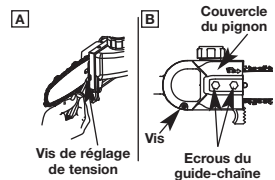
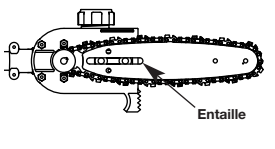

Fig. 8
Fig. 10
1. Retirez la vis et les écrous maintenant le guide-chaîne en place. Enlevez ensuite la protection du pignon (Fig. 8, B).
2. À l'aide d'un tournevis plat, donnez à la vis de serrage 4 tours dans le sens contraire des aiguilles d'une montre (Fig. 8, A).
6. Ajustez la vis de réglage de la tension (Fig. 8, A) afin de pouvoir insérer le guide-chaîne (Fig. 10). Veillez à ce que la chaîne suive la rainure dans le guide-chaîne et tournez la vis de réglage de la tension pour serrer la chaîne.
7. Installez la protection du pignon et serrez la vis et les écrous (Fig. 8, B).
1. Desserrer les écrous jusqu'à ce qu'ils puissent être serrés à la main (Fig. 8, B).
2. Tenir la tête du guide-chaîne vers le haut et utiliser un tournevis pour tourner la vis de réglage du guide-chaîne dans le sens des aiguilles d'une montre pour serrer la chaîne (Fig. 8, A). Tourner la vis dans le sens inverse des aiguilles d'une montre tend la chaîne sur le guide-chaîne.